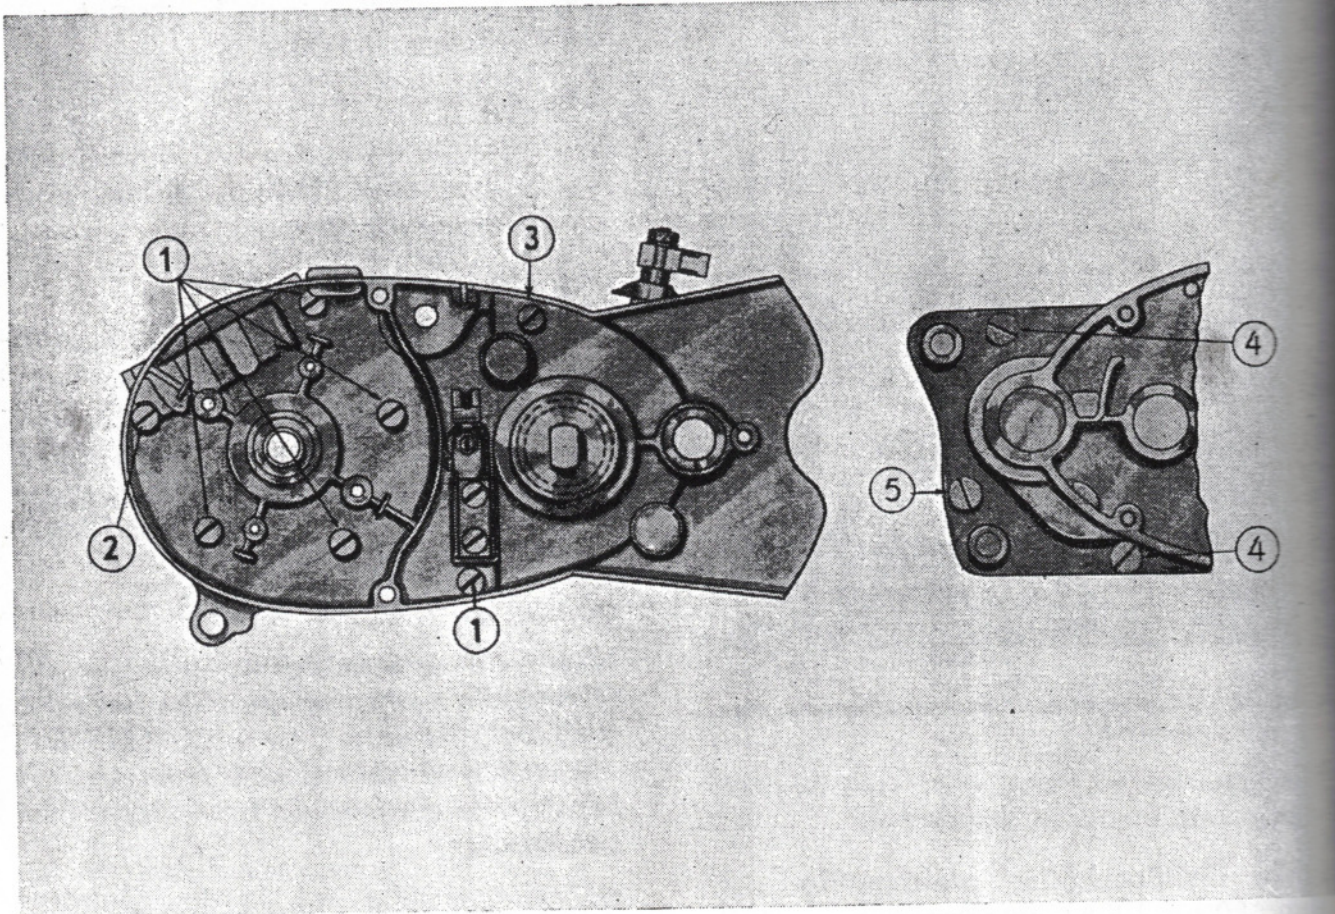

Abb. 45 Schraubenplan
d) Alle Gehäuseschrauben nach Schraubenplan Abb. 45 in das Gehäuse eindrehen und festziehen.
8. Gehäuseschrauben nach Schraubenplan Abb. 45 einstecken und festziehen.